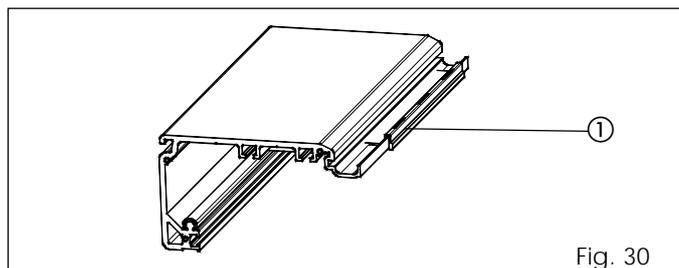

Fig. 30
- Inserire sul bordo esterno del profilo di sostegno 3 distanziali (fig. 30 rif. ①), posizionandoli alle estremità e centralmente.